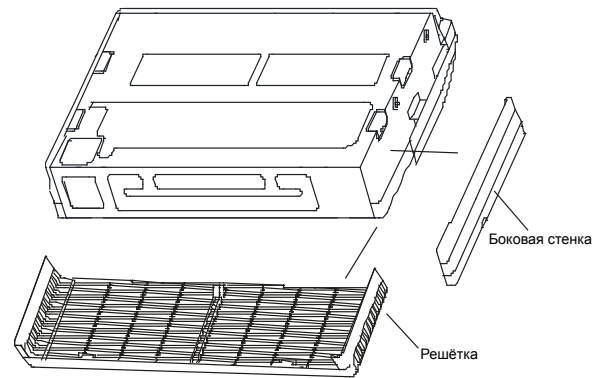

Рис. 4-10
- Снимите боковую стенку и защитную решётку. (см. рис. 4-10) (на моделях 48 и 60 не снимайте защитную решётку)